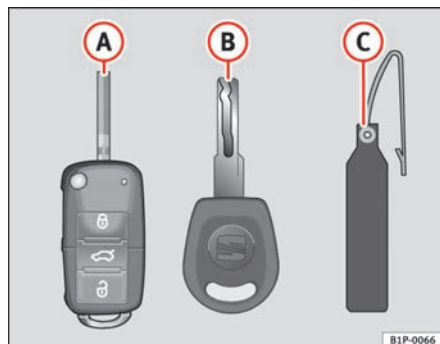

Abb. 62 Schlüsselsatz
- einen Funkschlüssel ⇒ Abb. 62 (A) mit ausklappbarem Schlüsselbart,
- einen Schlüssel ohne Funkbedienung (B)
- einen Kunststoffanhänger (C) mit der Schlüsselnummer.
Nur anhand der Schlüsselnummer auf dem Kunststoffanhänger ⇒ Abb. 62
- Verwenden Sie die beiden Schlüssel, die mit dem Fahrzeug ausgehändigt werden ⇒ Seite 102, Abb. 62, den Funkschlüssel  und den normalen Schlüssel .